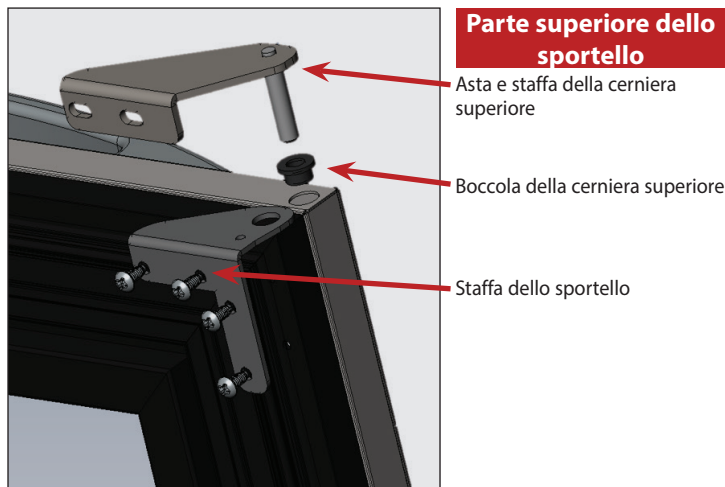

Fig. 4a. Componenti della cerniera superiore.
1. Rimuovere tutta la minuteria metallica dello sportello tranne la maniglia dello sportello (vedere fig. 4a e 4b). Mettere da parte le staffe dello sportello.